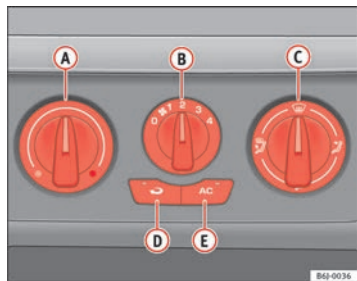

Abb. 87 In der Instrumententafel: Bedienelemente der Heizung
- Mit den Reglern ⇒ Abb. 87 **A** und **C** und mit dem Schalter **B** stellen Sie die Temperatur, die Luftverteilung und die Gebläsestufen ein.